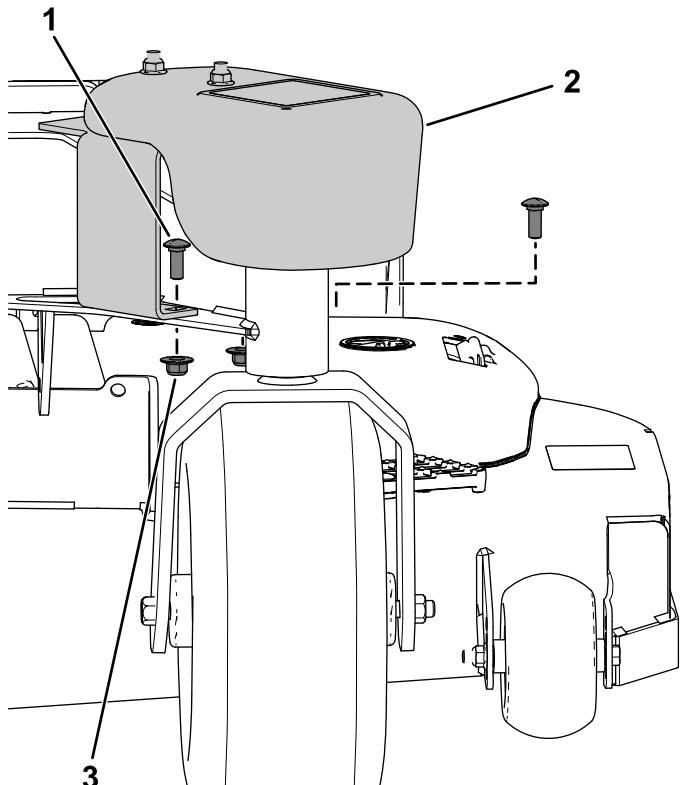

Figura 5
1. Sujete el peso al brazo de la rueda giratoria usando 2 pernos de cuello cuadrado (3/8" x 1") y 2 tuercas con arandela prensada (3/8"), como se muestra en la Figura 5.